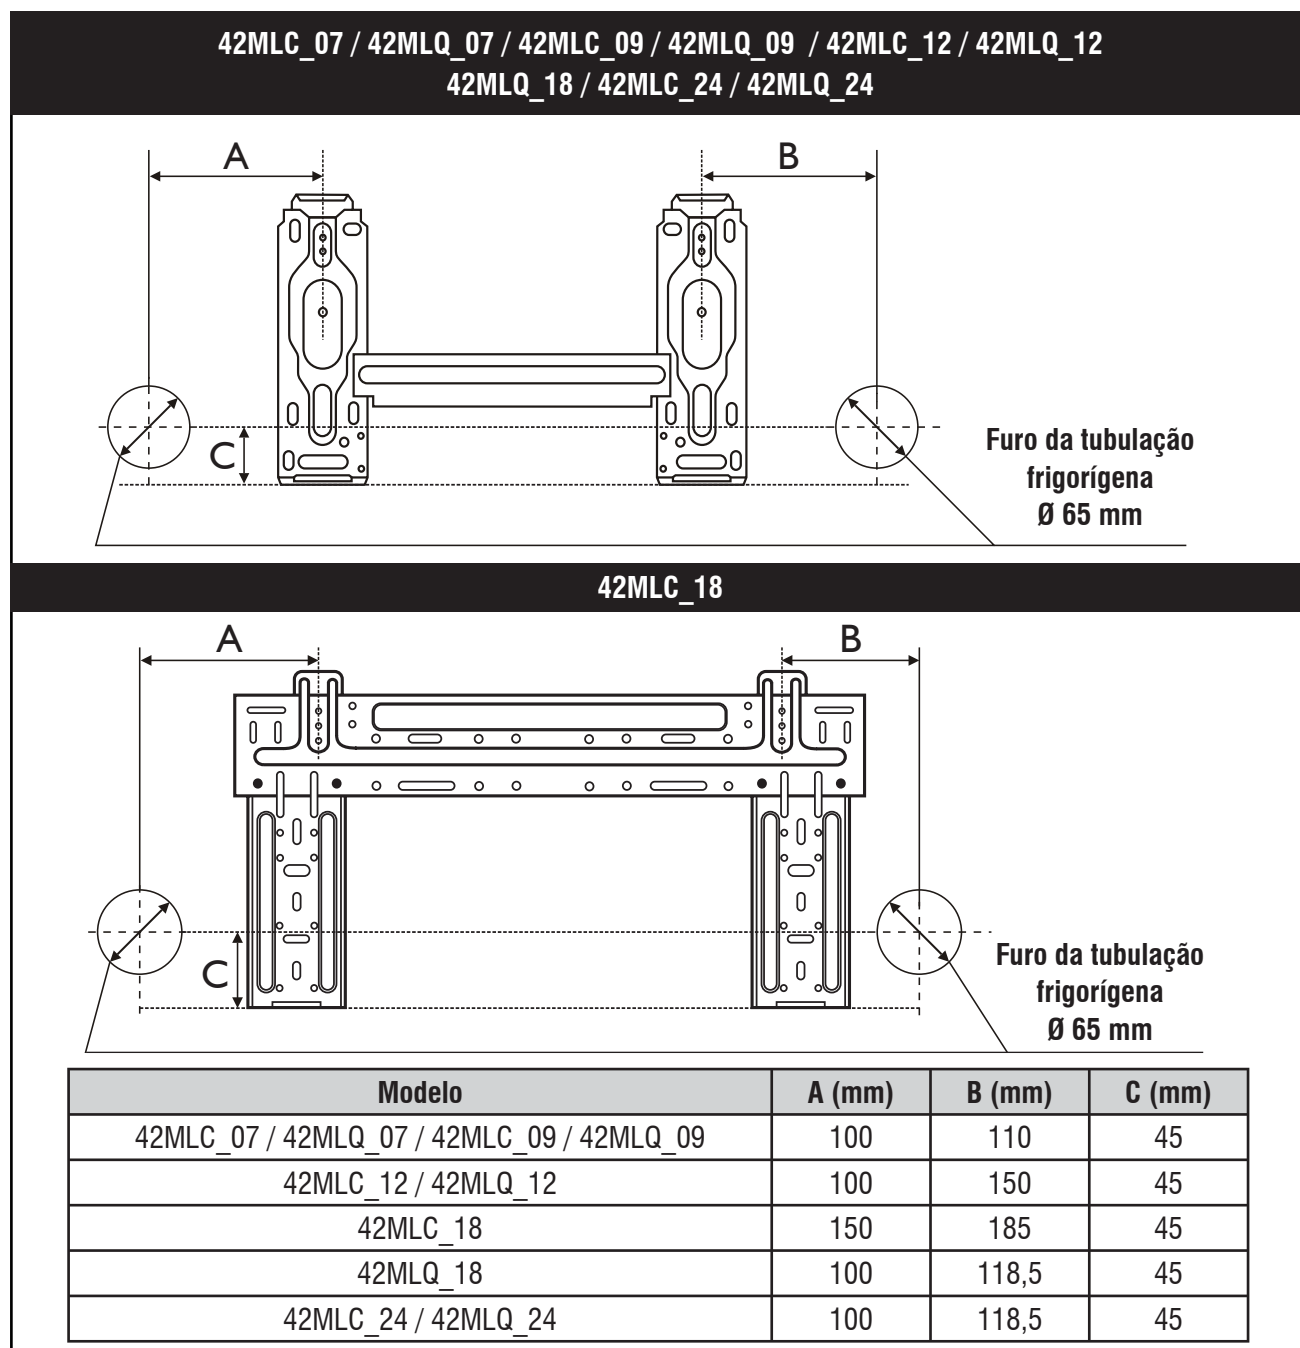

FIGURA 20 - PLACAS DE MONTAGEM
- Fixe o suporte à parede com parafusos auto-atarraxantes através dos furos próximos à borda externa dele como mostrado na figura 20 (Coloque parafusos em todos os furos superiores).